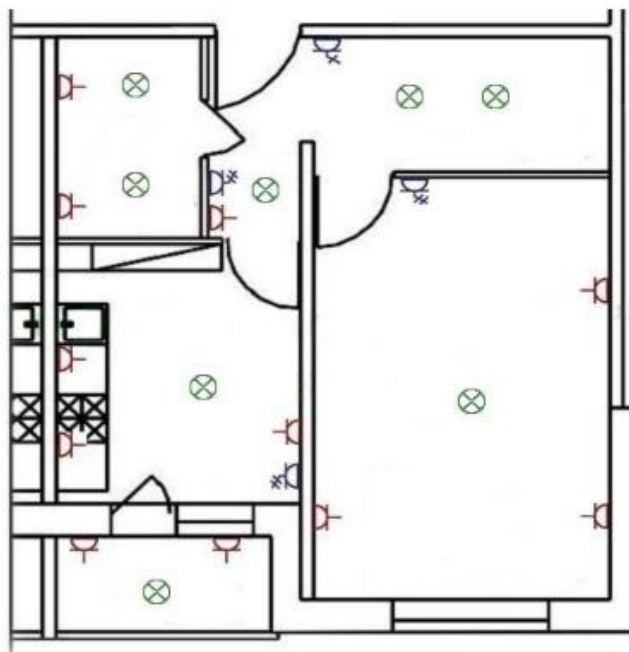

Рисунок 1
2. Ознакомиться с проектом - этажным планом однокомнатной квартиры крупнопанельного жилого дома (рис.1).
На рис. 1 показан этажный план электропроводки однокомнатной квартиры типового крупнопанельного жилого дома. Последовательность выполнения основных технологических операций для скрытой электропроводки такова: